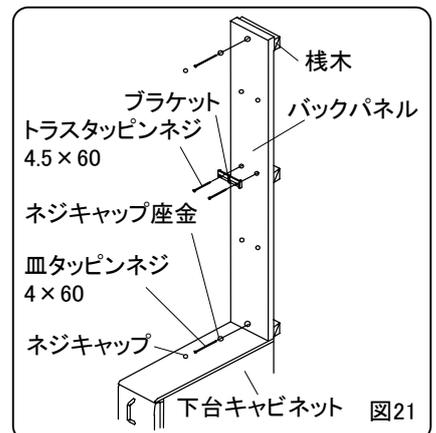

図21
- 2) 下台キャビネットにバックパネルをのせ、バックパネル上下各1箇所にある下穴よりネジ(皿タッピンネジ4×60)でネジキャップ座金を通して固定してください。(図21)
- 4) ポケット取付け用のブラケットをバックパネル中間部の穴に突起部を合わせネジ(トラスタッピンネジ4.5×60)で固定してください。(図21)